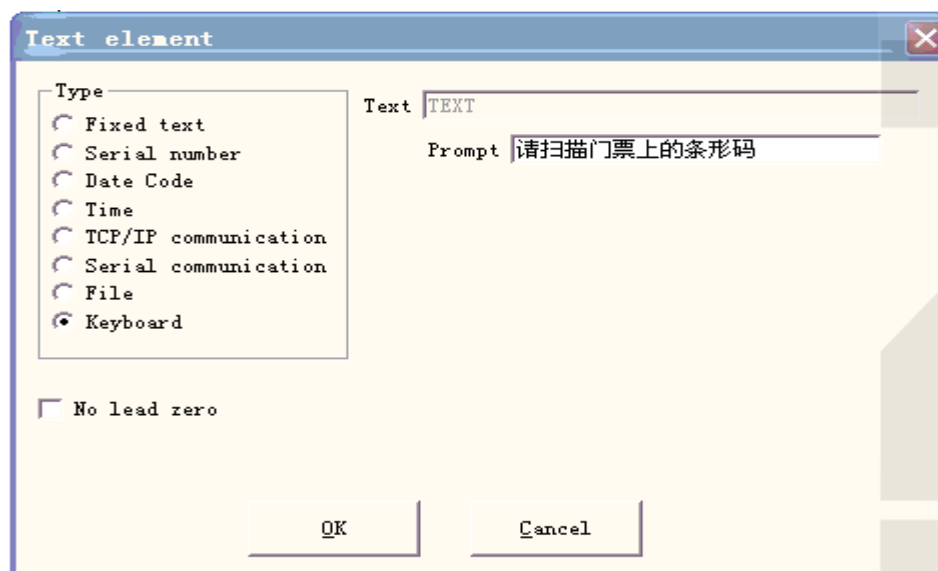

Рис. 4-50-а. Клавиатура.
установить текст → разрешить изменяемый текст → добавить → клавиатура, как показано на Рис. 4-50-а:
2. Введите предлагаемое сообщение, нажмите "OK", появится окно Рис. 4-50-б.